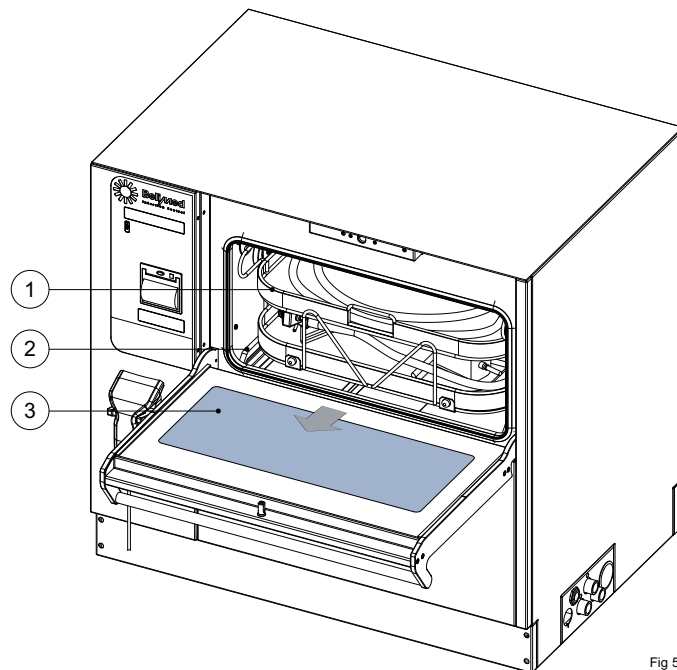

Fig 592
- ▶ Endowagen herausziehen (Fig. 592)